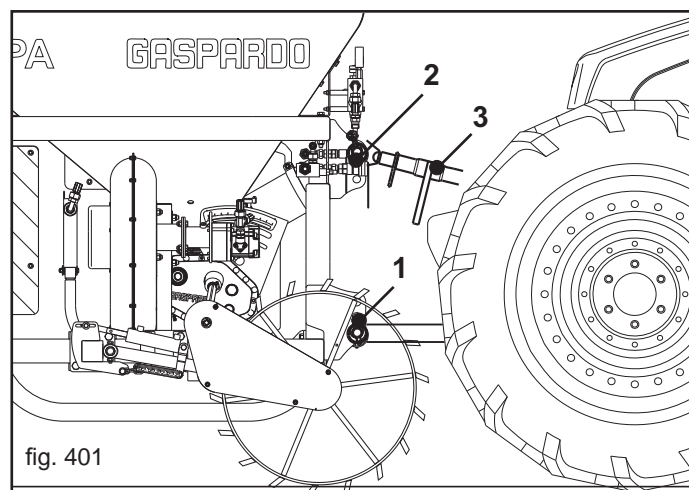
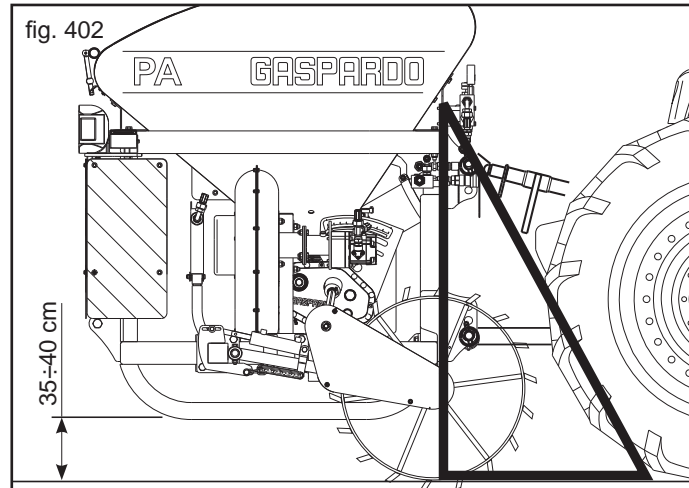

fig. 401
fig. 402
- 1) Accrocher les barres de l'élèveur aux pivots prévus à cet effet (1, Fig. 401). Bloquer par les goupilles à encliquetage.
- 2) Relier le troisième point supérieur (2, Fig. 401); bloquer la cheville par la goupille "ad hoc". Positionner le semoir perpendiculairement au sol (Fig. 402) par l'entretoise de réglage (3, Fig. 401).
- 5) Soulever l'outil avant, enlever les pieds d'appui. Afin d'assurer la rotation de la roue de transmission, régler la hauteur du sol de l'outil en position de travail (35-40 cm Fig. 402). **Cette distance doit être maintenue constante pendant le labour.**